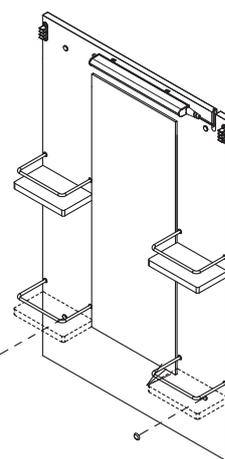

图6
8) 如图6所示, 从配件包内取出螺钉装饰帽, 将螺钉装饰帽盖在层板下方的墙固定螺钉上。